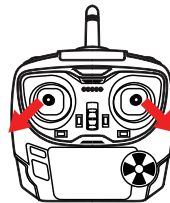

Figure 2: Déverrouillage moteurs
- 4. Déverrouillage:** Pour démarrer les moteurs du drone, veuillez orienter simultanément les deux joysticks en diagonale vers l'extérieur (Figure 2). Les moteurs s'allument et les hélices commencent à tourner doucement, le drone est prêt à décoller.